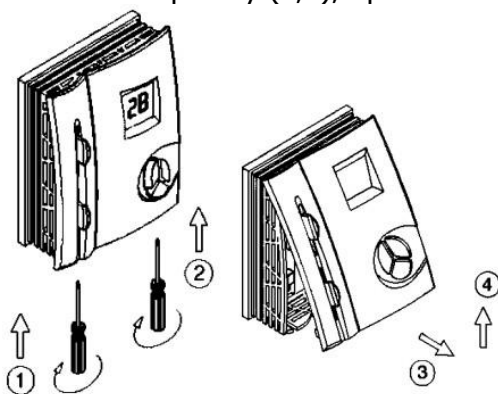

Рис. 1
Пульт управления имеет два скользящих (ползунковых) переключателя и три кнопки (рис. 1).
• Разобрать пульт, отвинтив два винта и отведя лицевую панель вверх (в последовательности 1, 2, 3, 4 на рис. 1).